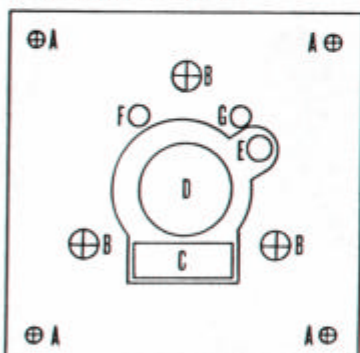

Fig. 1
- 1) Fixer les dispositifs (émetteur et récepteur) sur les colonnettes ou les boîtiers préalablement scellés, en utilisant les trous prévus à cet effet (fig. 1 et 3) avec des vis Parker. Les dispositifs doivent être fixés face à face sur les même alignement et à la même hauteur du sol.
- 3) Orienter les dispositifs en agissant sur les vis "B" (fig. 1) afin d'obtenir l'allumage du led rouge.
Pour un parfait alignement utiliser un testeur réglé sur une échelle maxi de 3/5 Vcc et branché sur les pôles du récepteur destinés à cet effet (fig. 1 - pinte F et G). Régler ensuite l'orientation des cellules jusqu'à l'obtention d'une valeur maxi sur le testeur.